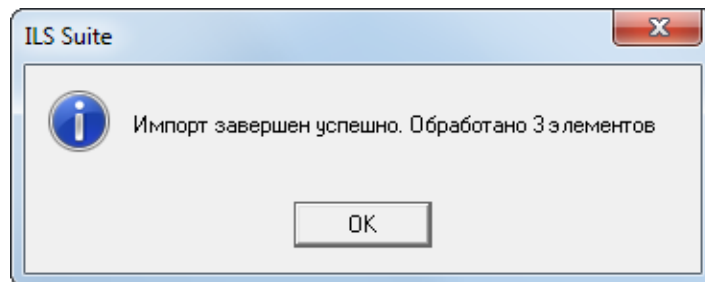

Рис. 13-392 – Информационное сообщение о завершении импорта
7) Для выполнения процедуры импорта нажать кнопку «Импорт». После его завершения откроется информационное окно, представленное на рис. 13-392.